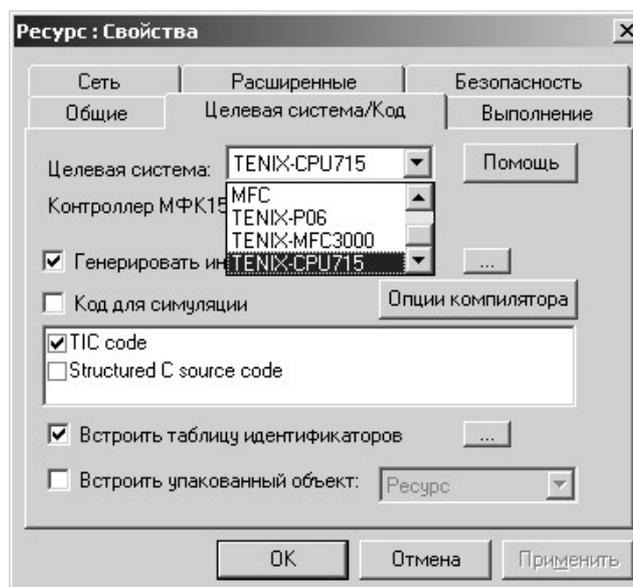
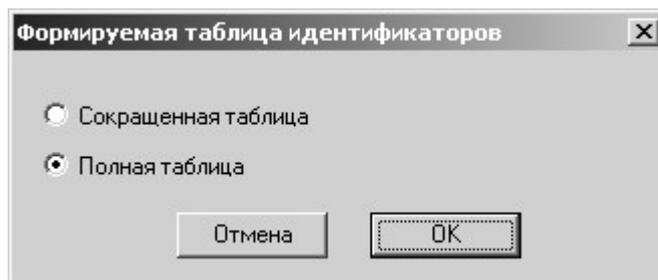

Рисунок 2.2 - Форма свойств ресурса
Рисунок 2.3 - Форма использования символьной таблицы ресурса
- 2.3 В окне свойств ресурса определите в качестве используемой целевой системы *TENIX-XXX* (где XXX – название процессорного модуля), например TENIX-CPU715, укажите режим генерации платформо-независимого кода прикладного проекта (TIC кода). Указание встроенной таблицы идентификаторов (см. рисунок 2.2, рисунок 2.3 ) является обязательным.